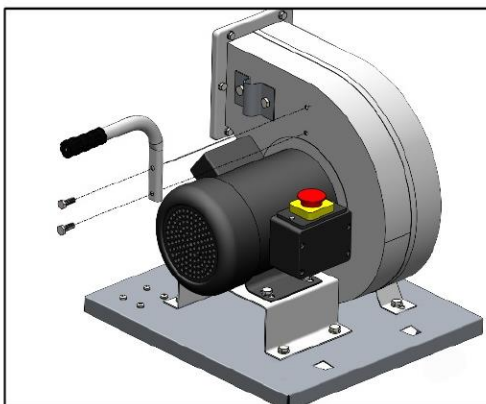

Рис.5
- 3. Выверните два болта с резьбой на ручке. Совместите отверстия с предварительно просверленными отверстиями в задней части корпуса вентилятора и закрепите их двумя болтами. (Рис.5)